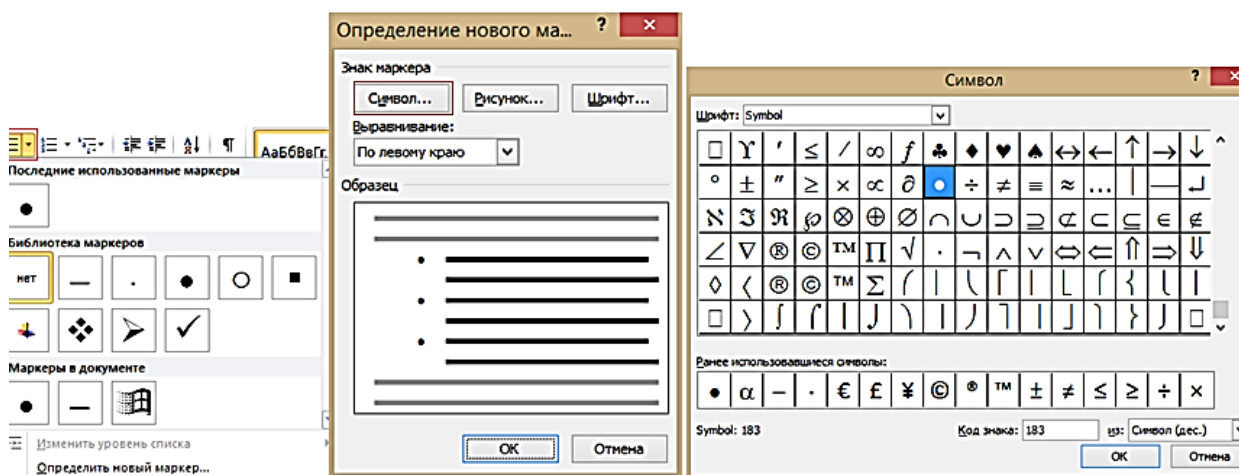

Рис. 56. Оформление маркированного списка
2. Щелкнуть по стрелке кнопки **Маркеры** группы **Абзац** вкладки **Главная** (рис. 56) и в галерее выбрать нужный маркер. При наведении *указателя мыши* на выбираемый маркер срабатывает функция динамического просмотра, и *фрагмент* документа отображается маркированным.